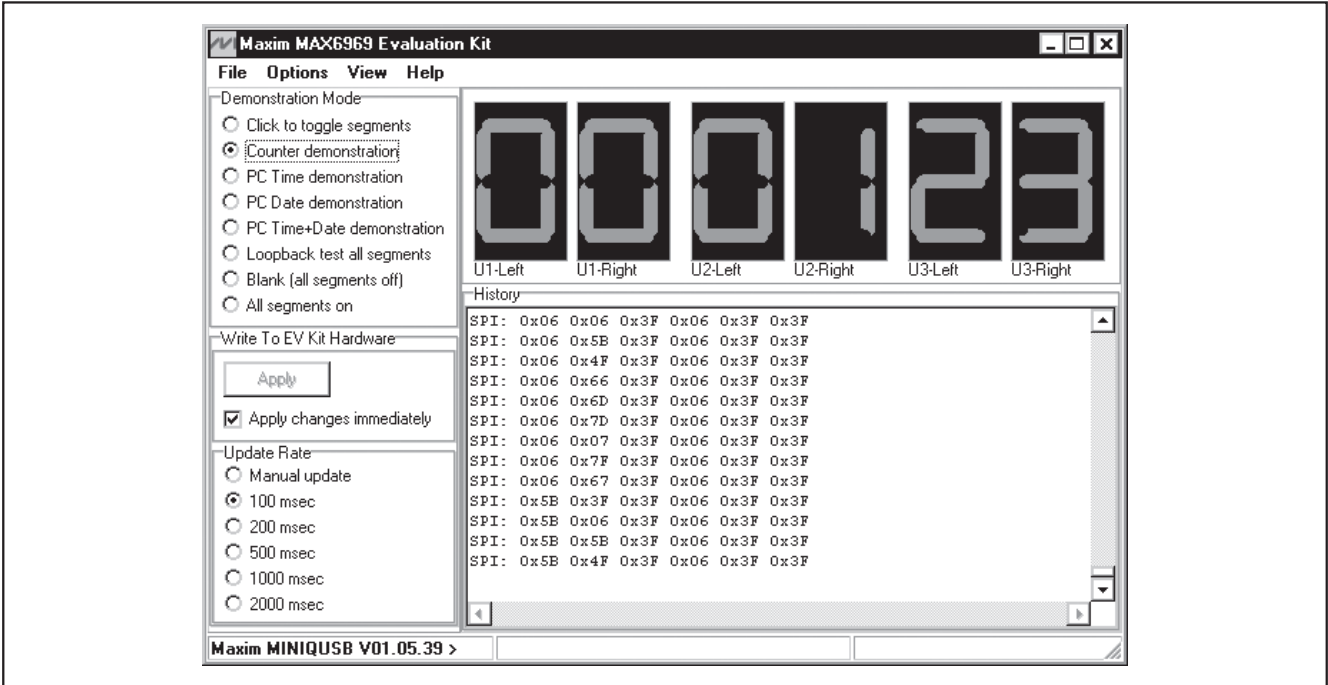

図1. MAX6969のEVキット用ソフトウェアのCounter Demonstration (7セグメントディスプレイに10進数のカウントアップを表示)
- 9) **Demonstration Mode**グループボックス内にある**Counter demonstration**ラジオボタンをクリックしてください。図1に示すように、7セグメントLEDディスプレイが10進数のカウントを行います。